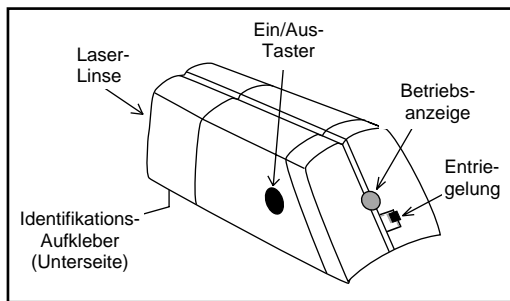

Abbildung 3-1. Rückansicht (linke Seite, alle Modelle)
Die Abbildung 3-1, 3-2 und 3-3 zeigen verschiedene Ansichten des Lasermarkers.
3. Drücken Sie auf den Ein/Aus-Taster des Lasermoduls. Die Betriebsanzeige leuchtet nun auf (s. Abbildung 3-1).